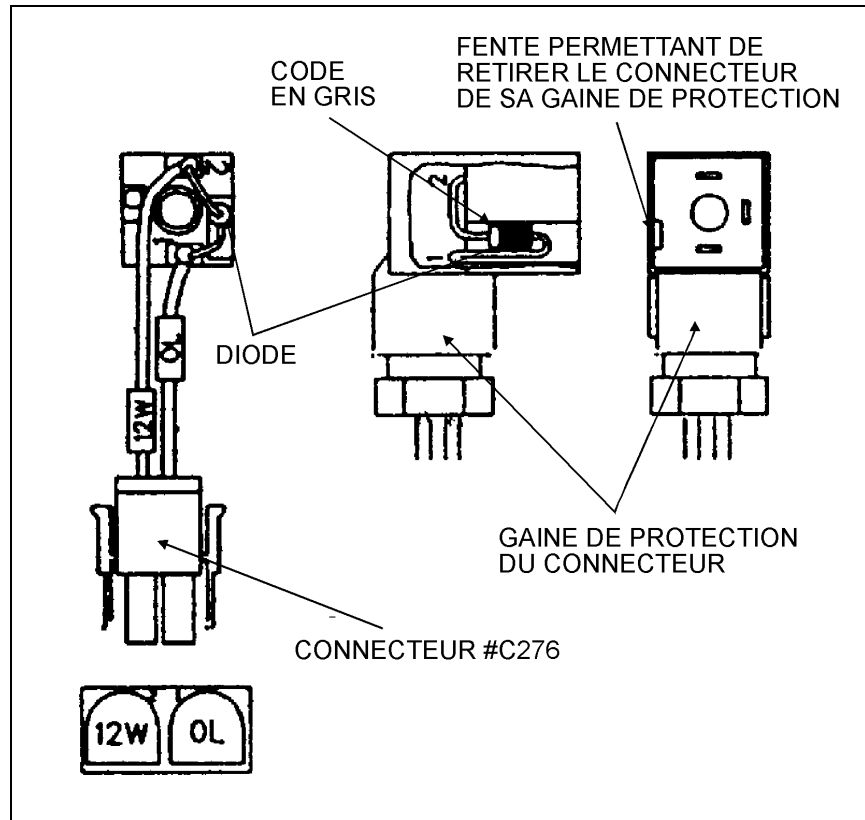

FIGURE 3: CONNECTEUR
9. Entrer un petit tourne vis à lame plate dans la fente du connecteur et utiliser le tourne vis comme levier pour sortir le connecteur de sa gaine de protection (Fig. 3).
10. Installer la diode Prévost # 562353 sur le connecteur Prévost # 562580. Référez-vous à la figure 3 pour le pliage de diode.
Remarque: Le fil situé du côté codé en gris de la diode doit être branché à la position # 2 du connecteur. Le fil situé du côté codé en noir doit être branché à la position # 1 du connecteur (Fig. 3).